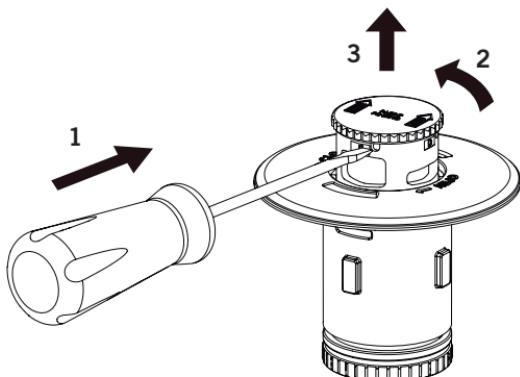
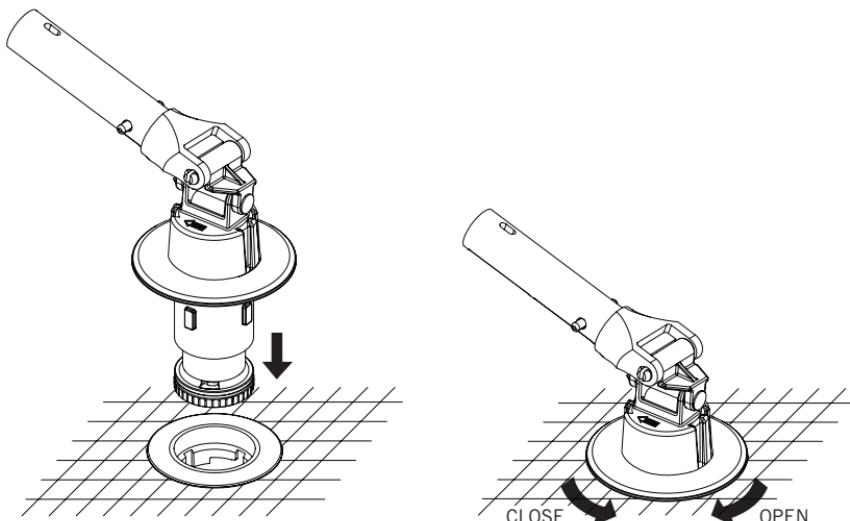

Fig. 3
Fig. 4
En caso que la boquilla no se elevara o viceversa por suciedad, sacar el interior boquilla de la boquilla (modo inverso a la Fig. 4) y también el tapón salida (Fig. 3), y limpiar bien la parte interior del cuerpo guía.
Inserire gli elementi interni della bocchetta nei rispettivi corpi mediante una rotazione in senso antiorario "CLOSE" con l'aiuto della chiave fornita in dotazione. (Fig. 4).
- Togliere il gruppo interno se si trova nel corpo alloggiamento, girando con la chiave verso destra "OPEN" (Fig. 4).
- Stringere il perno di sicurezza situato nella parte superiore del corpo mobile, con l'aiuto di un oggetto appuntito, contemporaneamente girare il tappo di uscita verso sinistra "OPEN" e tirare verso l'alto (Fig. 3).
- Montare nuovamente il gruppo interno nel corpo alloggiamento con un giro verso sinistra "CLOSE" (Fig. 4).
Nel caso che la bocchetta non si elevasse, o viceversa, a causa della sporcizia accumulata, togliere il gruppo interno della bocchetta (procedimento inverso a quello della Fig. 4) ed anche il tappo di uscita (Fig. 3) e, pulire bene la parte interna del corpo guida.
Die Düseninnenteile durch Drehung gegen den Uhrzeigersinn "CLOSE" und mithilfe des der Verpackung beiliegenden Schlüssels einsetzen (Fig. 4).
- Falls sich das Innenteil im Aufnahmekörper befindet, wird es durch eine Rechtsdrehung "OPEN" mit dem Schlüssel (Abb. 4) herausgenommen.
- Der Sicherheitsschieber, der sich am oberen Teil der beweglichen Körpers befindet, wird mit Hilfe eines spitzen Gegenstandes angedrückt, wobei gleichzeitig der Austrittsdeckel nach links gedreht "OPEN" und nach oben gezogen wird (Abb. 3).
- Der Innenteil wird wieder durch eine Linksdrehung "CLOSE" in den Aufnahmekörper eingesetzt. (Abb. 4).
Falls sich die Düse durch Schmutz nicht hochstellt oder wieder herabsenkt, muß das Innenteil der Düse (In umgekehrter Reihenfolge als in der Abb. 4 angegeben) und auch der Austrittsdeckel herausgenommen (Abb. 3) und das Innenteil des Führungskörpers gut gesäubert werden.
Introduzir as boquillas interiores dentro dos corpos com uma rotação no sentido contrário ao dos ponteiros do relógio "CLOSE", com a ajuda da chave incluída na embalagem (Fig. 4).
- Retire o conjunto interior, se o mesmo se encontrar no corpo alojamento, realizando um giro para a direita "OPEN" com a chave (Fig. 4).
- Aperte o passador de segurança situado na parte superior do corpo móvel, com a ajuda de um objecto pontiagudo, gire ao mesmo tempo o tampão saída para a esquerda "OPEN" e puxe-o para cima (Fig. 3).
- Monte novamente o conjunto interior no corpo alojamento mediante um giro para a esquerda "CLOSE" (Fig. 4).
Se a boquilha não subir ou não descer devido à sujidade, retire o conjunto interior da boquilha (modo inverso à Fig. 4) e também o tampão saída (Fig. 3), e limpe bem a parte interior do corpo guia.